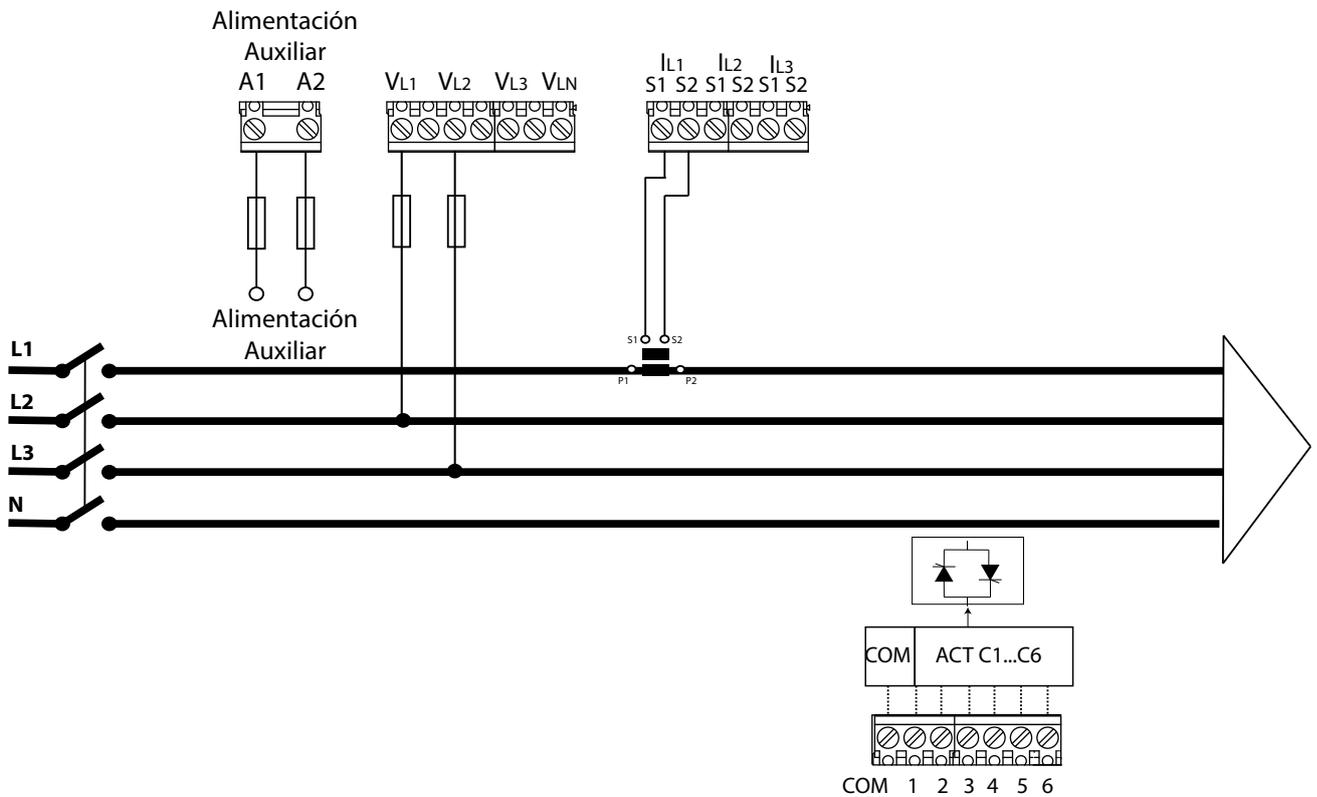

Figura 7: 2 tensiones y 1 corriente, modelo Computer SMART III FAST 6.
**Nota :** La alimentación auxiliar puede conectarse Fase-Neutro ( como en la Figura 7) o Fase-Fase, siempre y cuando no se exceda el rango de alimentación ( ver “6.- CARACTERÍSTICAS TÉCNICAS”).